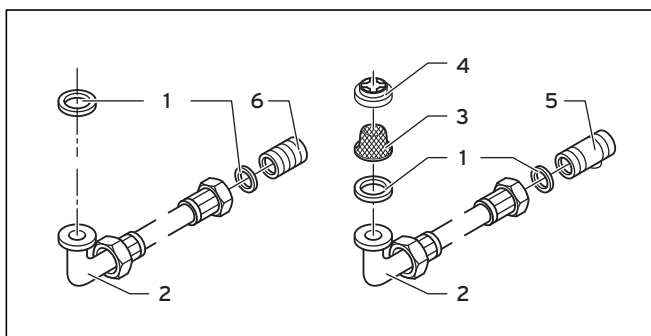

Fig. 5.1 Piezas de empalme
- Ponga el limitador del caudal de agua fría (4) y a continuación el filtro del agua (3) de acuerdo a la fig. 5.1 en la conexión del agua fría del aparato.